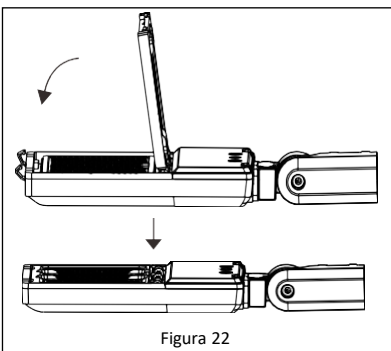

Figura 22
4. Cierra el marco del lente y los pasadores con resorte. La lámpara está lista para ser instalada. **Ver la Figura 22.**